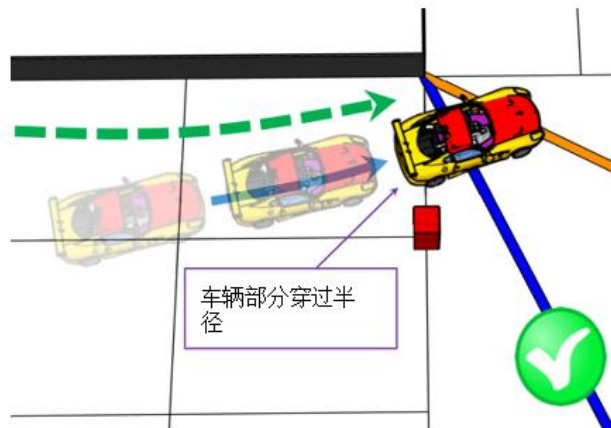

图 28. 车辆从红柱右侧行驶时未通过半径
- 如图 28 下左图，车辆完全离开邻近区，则比赛将停止。（以第一次改变方向的位置判定车辆可朝反方向移动的最远距离）
- 如图 28 右下图，车辆仍有部分在邻近的区域内，符合规定，因此比赛将持续不会被停止。